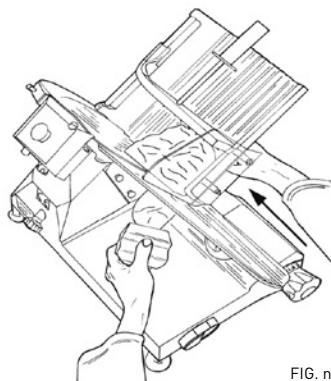

FIG. nr. 4 – Tăierea cărnii
- împingeți ușor sania (tava de alimente + împingătorul de carne + suportul) către lamă, fără a apăsa prea tare alimentele cu împingătorul, dat fiind că propria greutate a acestora le face să apeze asupra calibrului de grosime. Lama va tăia cu ușurință alimentele iar feliiile vor fi dirigate de deflector spre pala colectoare (vezi FIG. nr. 4);